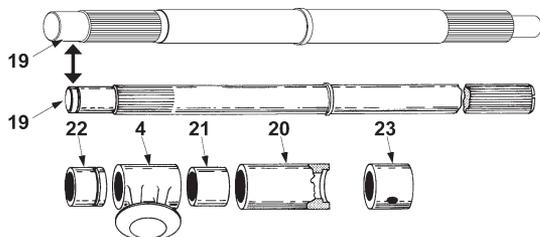

Figura 10
- B. Coloque el cuerpo de la válvula (1) sobre una superficie plana de modo que el asiento esté abajo.
- C. Cubra el buje guía inferior (22) con el lubricante recomendado e insértelo en el cuerpo.
**Nota: La ranura en el buje guía (22) debe estar hacia el centro del cuerpo. Consulte la Figura 10 para ver la secuencia de montaje correcta. Si el eje (19) tiene el diseño anterior es posible que tenga un surco circular; si es así, instale el anillo de retención (18).**